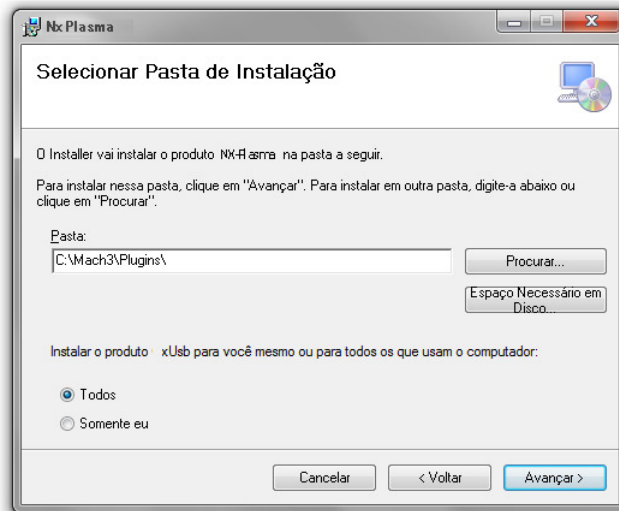

Figura 11
- A tela para a seleção da pasta de instalação para o plugin (Figura 11) será mostrada, e normalmente o caminho padrão é o **"C:\Mach3\Plugins"**. Se o Mach3 não se encontra neste caminho, será necessário especificar o caminho correto. Exemplo: "C:\CNC\Plugins".